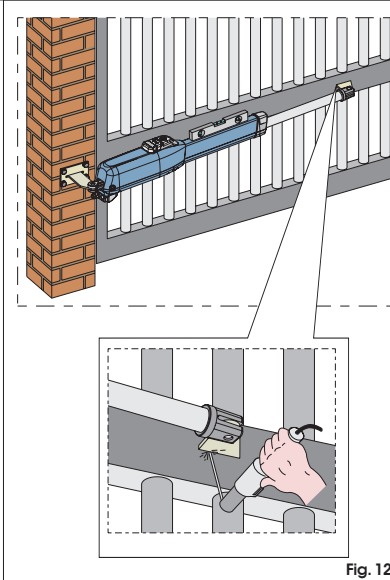

Fig. 12
- 9) Cierre la hoja y, manteniendo el operador perfectamente horizontal, encuentre el punto de fijación de la brida anterior (Fig.12).
- 10) Fije provisionalmente la brida anterior por medio de dos puntos de soldadura (Fig.12).